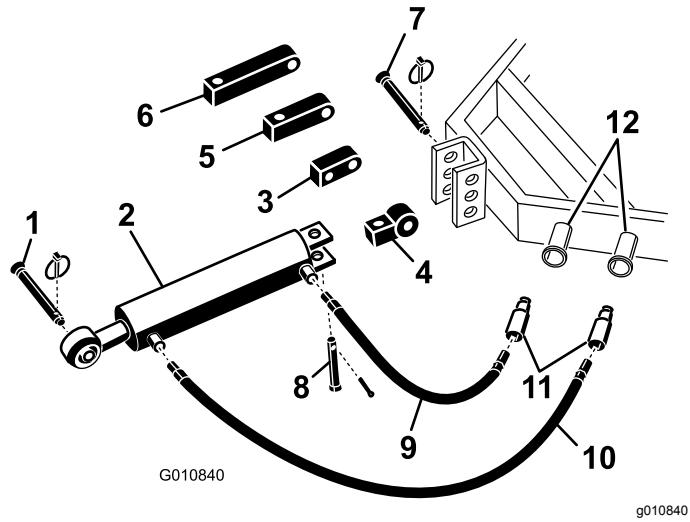

Figure 5
1. Fixez le côté doté de l'embout d'accouplement du bras d'attelage hydraulique supérieur au tracteur au moyen des goupilles fournies avec le tracteur (Figure 5). Positionnez le bras d'attelage hydraulique supérieur de sorte que le côté tige soit dirigée vers l'aérateur. Les raccords du vérin doivent être dirigés vers le circuit hydraulique auxiliaire du tracteur.
Remarque: S'il est nécessaire que les raccords du vérin hydraulique soient tournés vers le haut, utilisez le bloc rotatif à la place du bloc de montage standard pour repositionner le vérin (Figure 5). Un raccord hydraulique à 90 degrés peut être utilisé à la place du bloc de rotation (les raccords ne sont pas fournis).
- A. Retirez la goupille cylindrique et l'axe qui fixent l'embout d'accouplement standard au vérin (Figure 5). Déposez l'embout d'accouplement du vérin.
- B. Montez le bloc rotatif sur le vérin avec les goupilles retirées précédemment (Figure 5).
2. Raccordez le flexible hydraulique de 107 cm au raccord du bras d'attelage hydraulique supérieur le plus proche de l'aérateur Figure 5. Appliquez du ruban ou du mastic d'étanchéité sur les filetages des flexibles pour prévenir les fuites.
3. Raccordez le flexible hydraulique de 76 cm au raccord du bras d'attelage hydraulique supérieur le plus proche du tracteur (Figure 5). Appliquez du ruban ou du mastic d'étanchéité sur les filetages des flexibles pour prévenir les fuites.
- Retirez la goupille cylindrique et l'axe qui fixent l'embout d'accouplement standard au vérin (Figure 5). Déposez l'embout d'accouplement du vérin.
- Montez le bloc d'extension de la longueur voulue sur le vérin avec les goupilles retirées précédemment (Figure 5).
Si le vérin hydraulique n'atteint pas le support de montage de l'aérateur, utilisez un bloc d'extension au lieu du bloc de montage standard pour accoupler le vérin au tracteur (Figure 5).